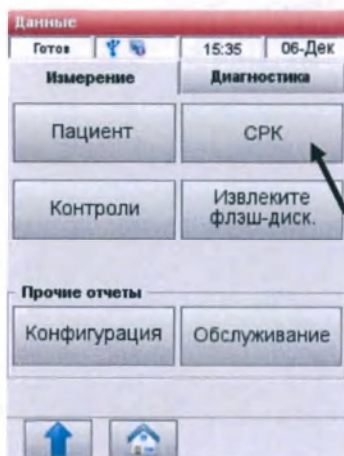

Рис.6-30 Измерение
2. На вкладке **<Измерение>** выберите **<Пациент>**, **<СРК>** или **<Контроли>** (Рис.6-30).